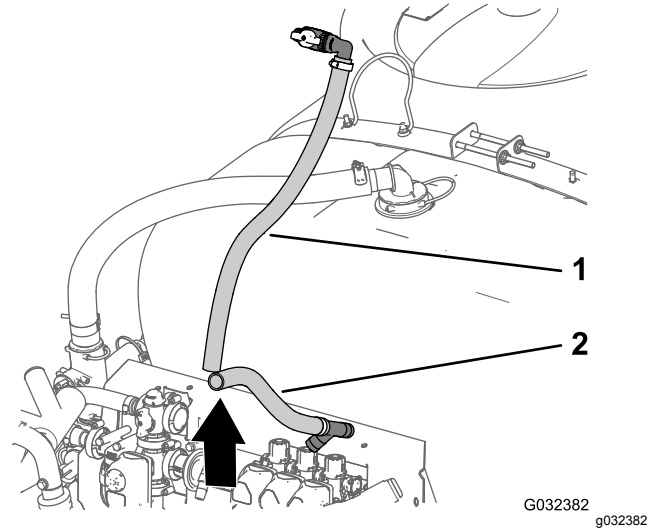

Figura 54
- Retire os tubos de distribuição superior e inferior da máquina (Figura 54).